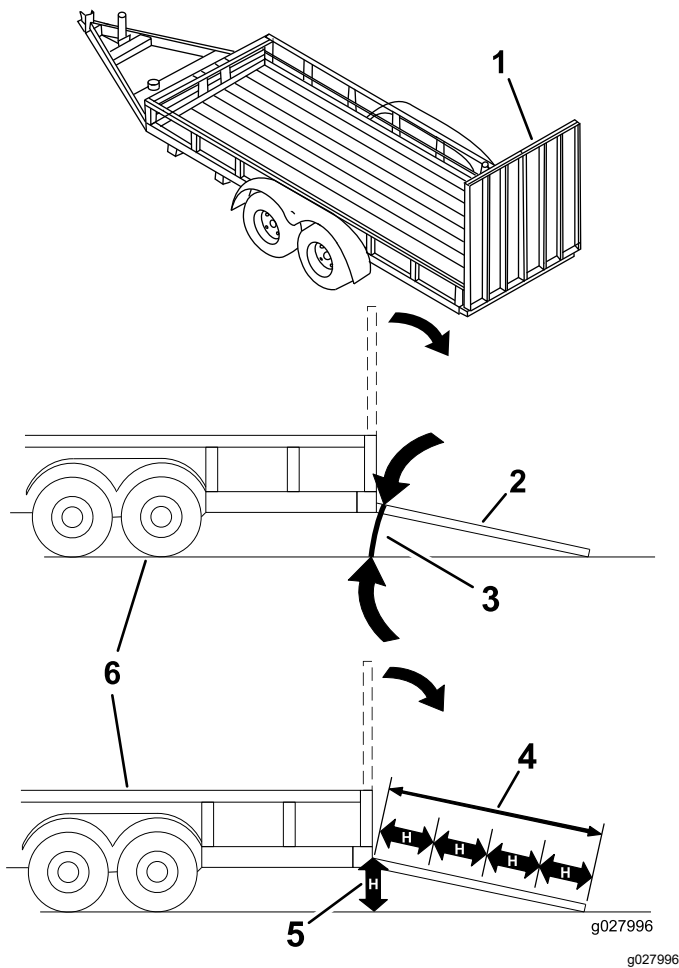

Bild 32
Das Laden einer Maschine auf einen Anhänger oder einen Lastwagen erhöht die Umkipfgefahr und könnte schwere oder tödliche Verletzungen verursachen (Bild 32).
1. Senken Sie die Rampe ab und stellen Sie sicher, dass der Winkel zwischen der Rampe und dem Boden höchstens 15 Grad beträgt (Bild 32).